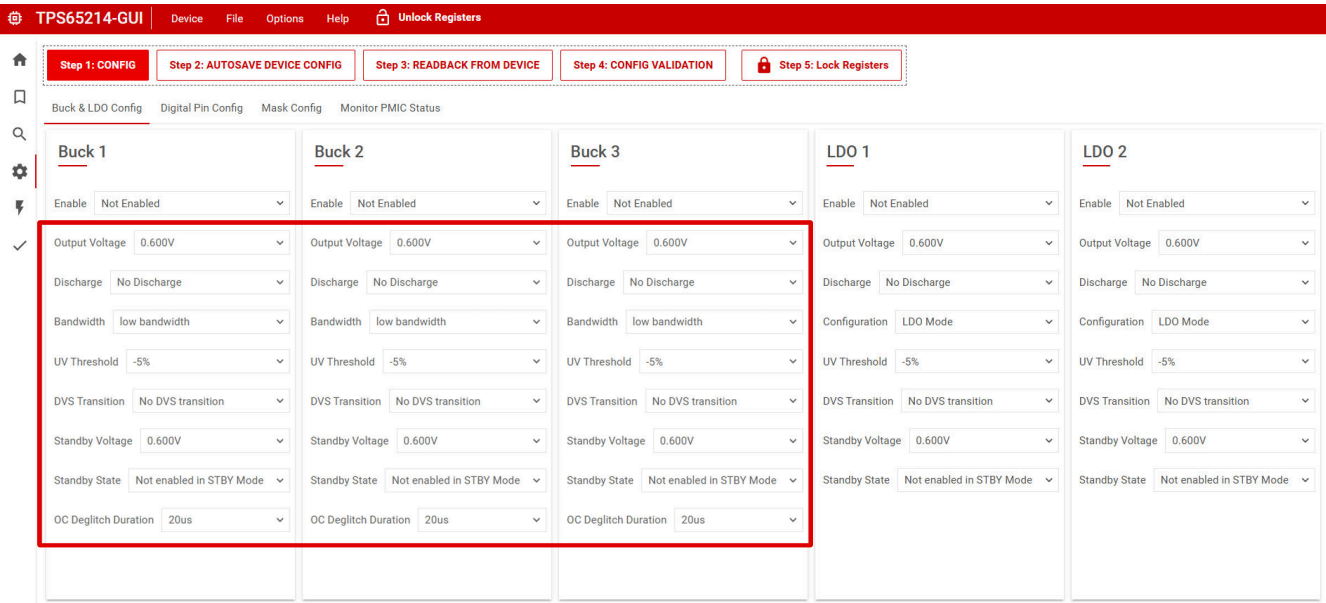

图 5-2. TPS65214-GUI 中的降压设置
- 图 5-2 显示了使用 TPS65214-GUI 的配置选项卡时要更改的设置。